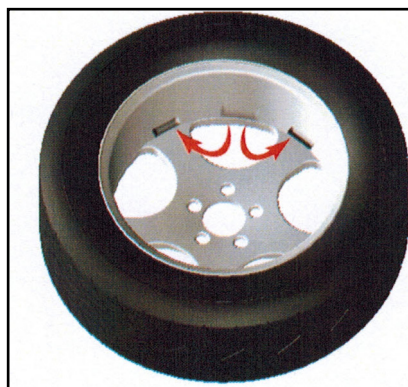

Fig. 10-7
En mode ALU-S, si la position du poids (à l'intérieur du rayon) se trouve entre deux rayons, le mode ALU-S peut répartir le poids en deux. Placez le poids divisé à l'arrière des deux rayons, près de l'ancien poids, pour cacher les poids (figure 10-7).
4. Tournez lentement la roue. Quand toutes les LEDs du voyant de la position externe d'équilibrage s'allument (voir figure 5-1 (4)), attachez le poids correspondant à 12 heures à l'extérieur de la jante (voir figure 10-7).